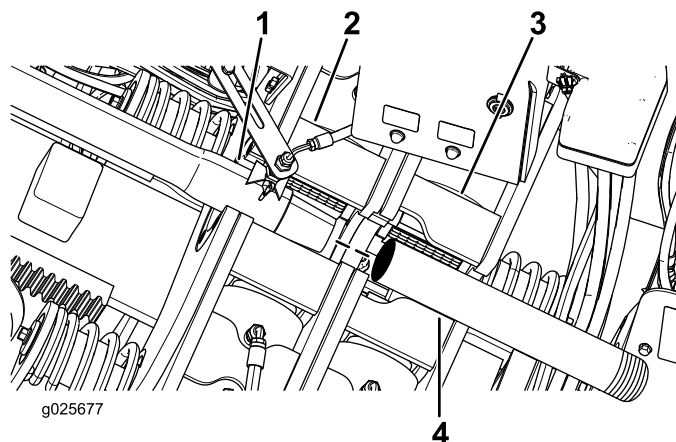

Figura 52
2. Pase la barra de acoplamiento por la mordaza inferior (mordaza estacionaria), según se muestra en Figura 52.